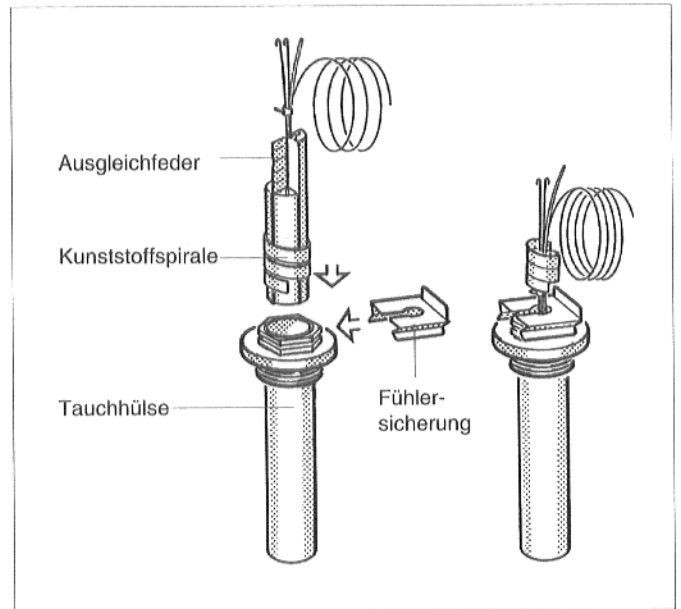

Abb. 17: Tauchhülse und Temperaturfühler
- Temperaturfühler bis zum Anschlag in die Tauchhülse einstecken. Die Kunststoffspirale schiebt sich dabei automatisch zurück. Die Ausgleichfeder muß mit in die Tauchhülse geschoben werden (Abb. 17).
- Fühlersicherung (Lieferumfang Regelgerät) von der Seite oder von oben auf den Tauchhülsekopf drücken (Abb. 17).